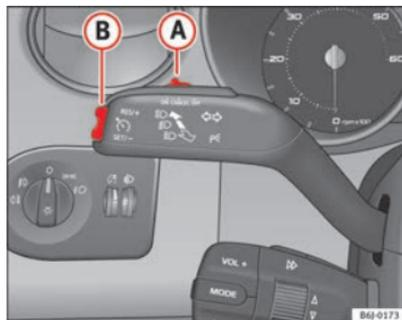

Fig. 112 Levier des clignotants et des feux de route : commande et touche basculante pour régulateur de vitesse
- Déplacez la commande ⇒ fig. 112 (A) vers la gauche pour la mettre sur **ON**.